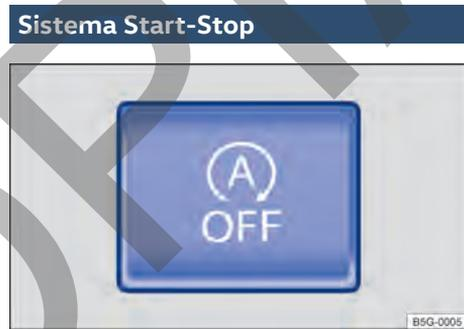

Fig. 94 En la parte superior de la consola central: tecla del sistema Start-Stop.
- Presione el botón  en la consola central para desactivar el sistema manualmente → fig. 94.
- Presione el botón  en la consola central nuevamente para activar el sistema manualmente → fig. 94.